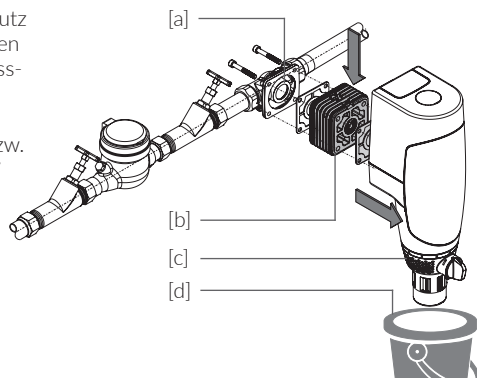

Abb. 6.1
- / der **CLEAR PRO CONEL** Nachrüst-Leckageschutz MultiControl 3/4" - 1 1/4" [b] wird zwischen den in der Trinkwasserleitung eingebauten Anschlussflansch [a] und den Filter [c] eingebaut, siehe Installationsbeispiel (Abb. 6.1) oder zwischen den Anschlussflansch einer Einzel- bzw. Doppelenthärtungsanlage **CLEAR PRO SOFT / CLEAR PRO SOFT TWIN** und den Filter
- / der Einbau ist ausschließlich in Trinkwasserinstallationen nach DIN 1988-200 hinter der Wasserzähleranlage vorzunehmen (Abb. 6.1)